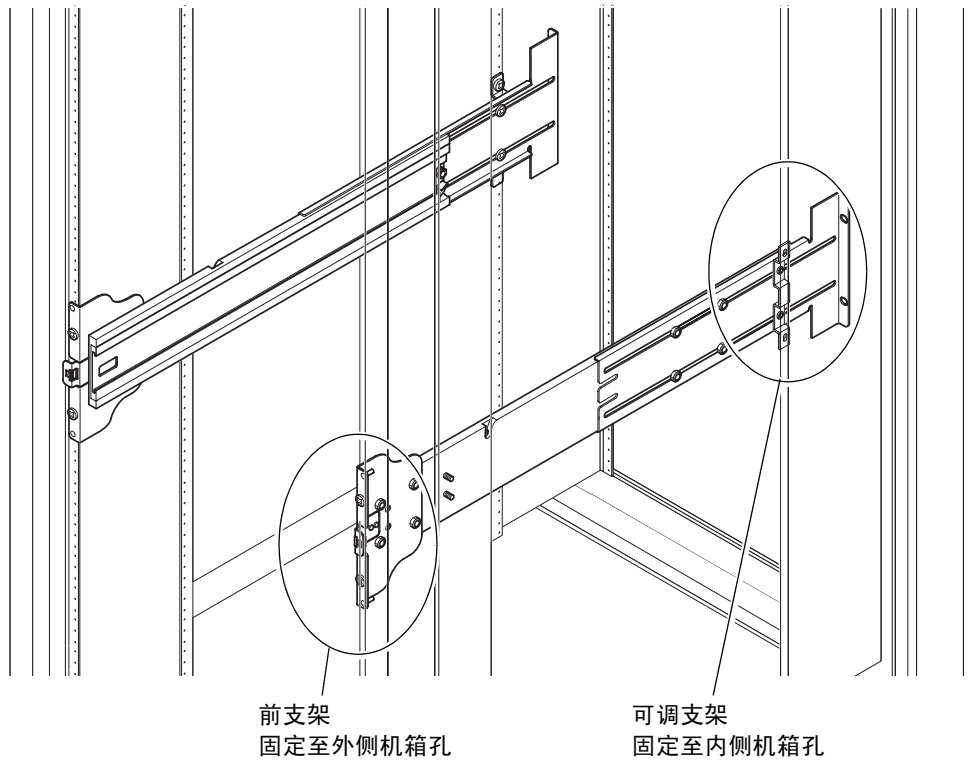

图 1-4 在 Sun Fire 机箱中安装导轨
1. 将前支架上的销钉插入机箱孔 22 和 33（图 1-4）。
1. 将前支架上的销钉插入机箱孔 58 和 69（图 1-4）。